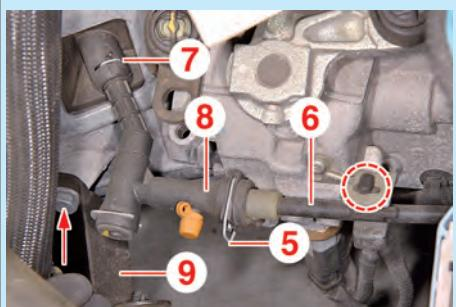

Fig.2
- Appuyer sur l'agrafe (5) (Fig.2).
- Débrancher le conduit hydraulique (6).